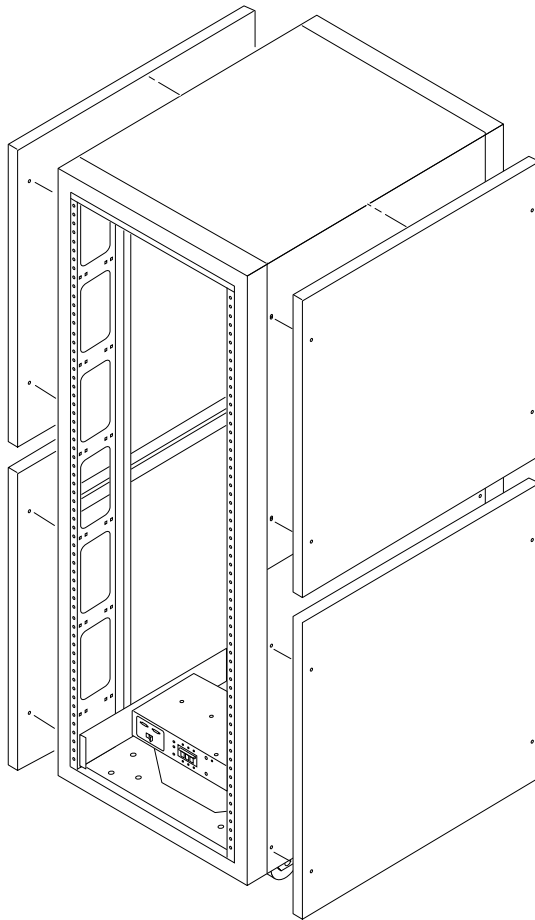

FIGURE 5-1 Retrait et réinstallation des panneaux latéraux
- A l'aide d'une clé Allen, desserrez les quatre vis à épaulement de 1/4 po qui fixent les panneaux au système de stockage. Retirez ensuite le panneau du système de stockage (FIGURE 5-1).
2. A l'aide d'une clé Allen, serrez les vis à épaulement de 1/4 po pour fixer les panneaux au système de stockage (FIGURE 5-1).